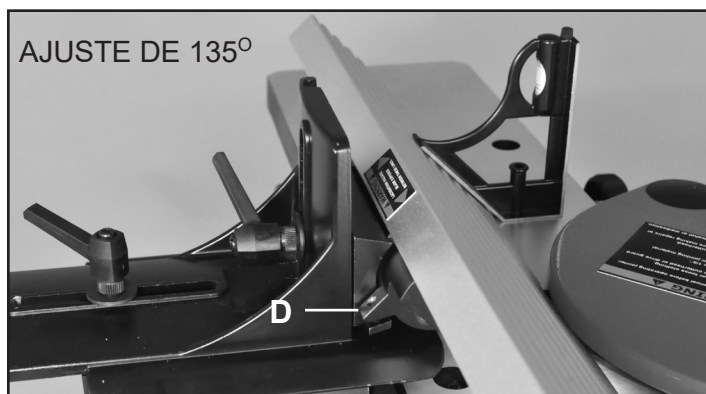

FIG. 21
6. Ponga un cuadrado en la mesa con un extremo contra la valla y ajuste la valla hasta que esté exactamente 135 grados en la mesa. FIG. 21.